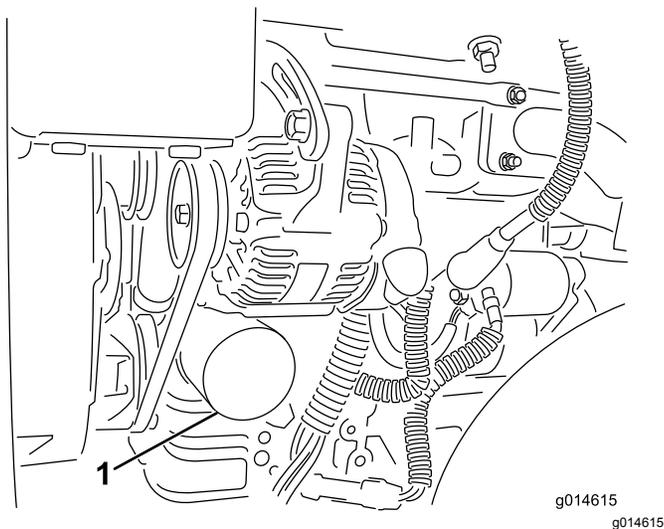

Figure 40
2. Déposez le filtre à huile (Figure 40). Appliquez une fine couche d'huile sur le joint du filtre de rechange.